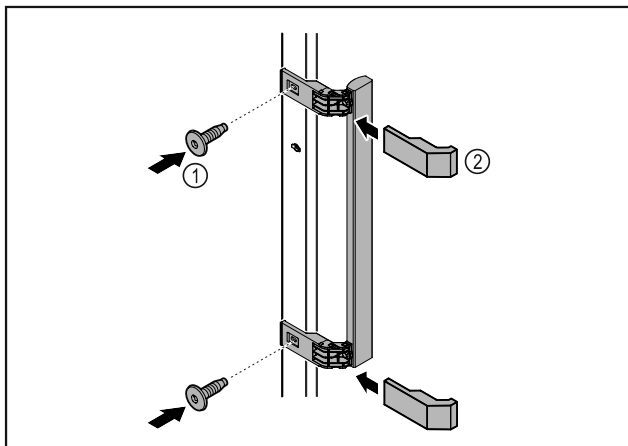

Fig. 57
- ▶ Szerelje fel az ajtóra a kilincset a csomagban található csavarok Fig. 57 (1) segítségével.
- ▶ Helyezze fel a fedelet Fig. 57 (2).